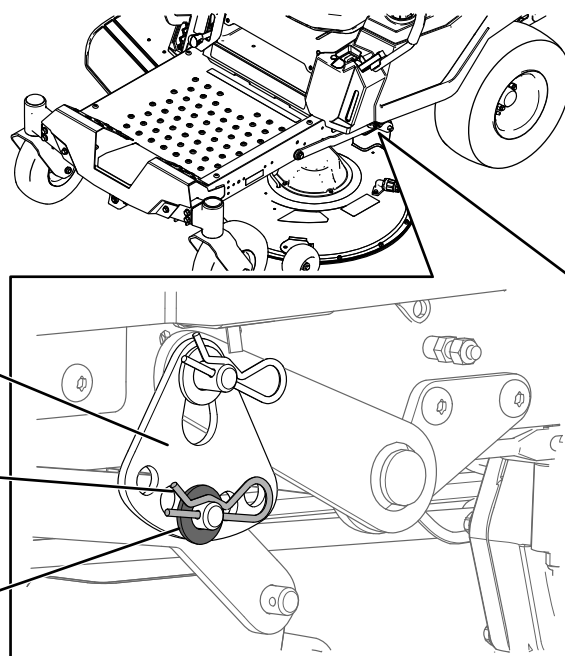

Figura 69
6. Rimuovete la coppia e la rondella dal perno del braccio di sollevamento inferiore (Figura 69).